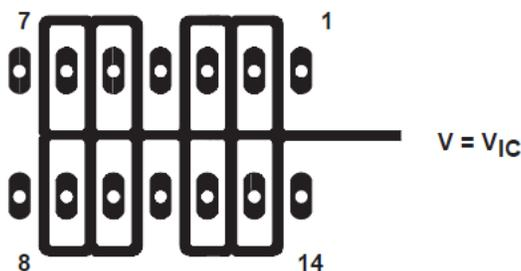

図 5-4. デバイス入力周辺の絶縁金属 (J および N パッケージ)
1. デバイスを他の潜在的なリーク源から絶縁します。デバイス入力周囲と間に、接地されたシールドを使用します (図 5-4 を参照)。そうしなければ入力に流れ込む可能性のあるリーケージがシャントされます。
TLC274 および TLC279 は入力インピーダンスが非常に高く、バイアス電流が低いため、低レベルの信号処理に適していますが、プリント基板やソケットに流れるリーク電流がバイアス電流要件を簡単に超え、デバイス性能が低下する可能性があります。入力の周囲にガードリング (セクション 5 の 図 5-4 のものと同様) を配置することをお勧めします。これらのガードは、同相モード入力と同じ電圧レベルの低インピーダンスソースから駆動する必要があります (図 6-3 を参照)。